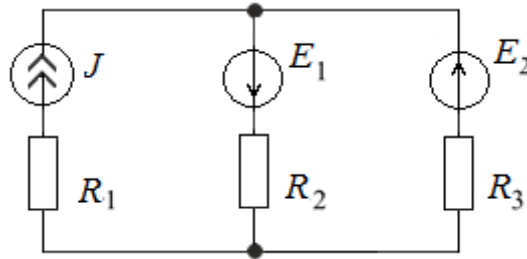

Рис. 96
29. Найти токи в ветвях схемы (рис. 96) методом контурных токов, если $J = 1 \text{ A}$; $R_1 = 5 \text{ Ом}$; $R_2 = 8 \text{ Ом}$; $R_3 = 2 \text{ Ом}$; $E_1 = 16 \text{ В}$; $E_2 = 4 \text{ В}$. Проверить выполнение баланса мощностей.